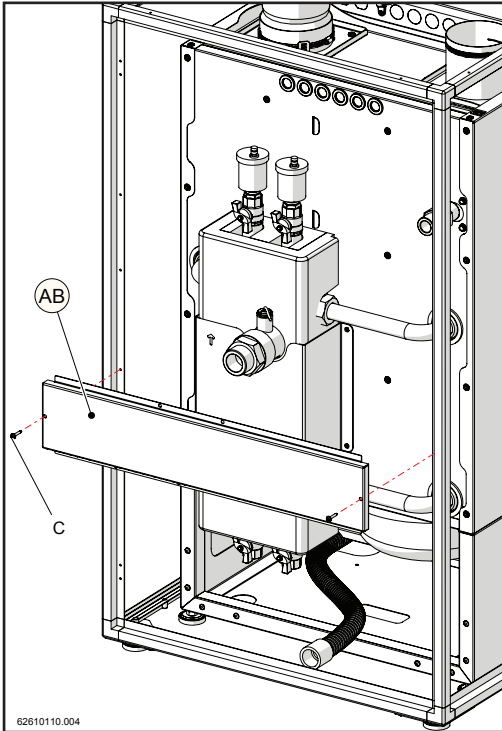

Figure 13-16
- 8 - Appliquer la couverture (AB), à l'aide des vis « C », au châssis de la couverture extérieure, comme indiqué sur la figure 13-16.